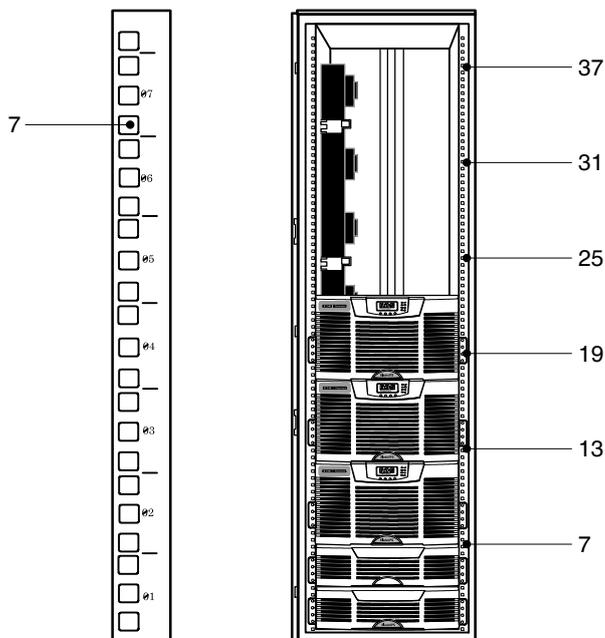

Рисунок 3. Рекомендуемые места для направляющих (Пример конфигурации)
8. Спланируйте место расположения каждого шкафа в стойке и определите U-образные метки для монтажа направляющих. Например, для стойки, содержащей шесть ИБП и нижний токопровод, планируйте устанавливать нижнюю часть направляющих на следующих отметках (см. Рисунок 3):
**ПРИМЕЧАНИЕ.** Рекомендуемые места для направляющих указаны только в качестве примера. При необходимости отрегулируйте эти места согласно конфигурации вашей системы. Учитывайте расстояния между отверстиями и их нумерацию (см. Рисунок 3). Рекомендации по конфигурированию параллельной системы с ВБМ см. на странице 4.